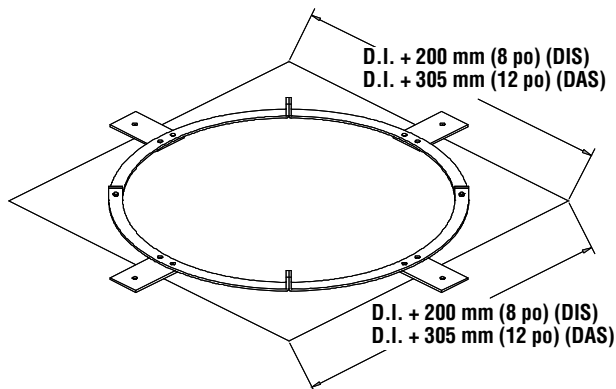

Figure 31 - Guide de plancher (FG)
1. Le guide de plancher est utilisé de la même manière que le guide mural, mais il a été modifié pour la traversée des planchers. Voir **Figure 31** - Guide de plancher.